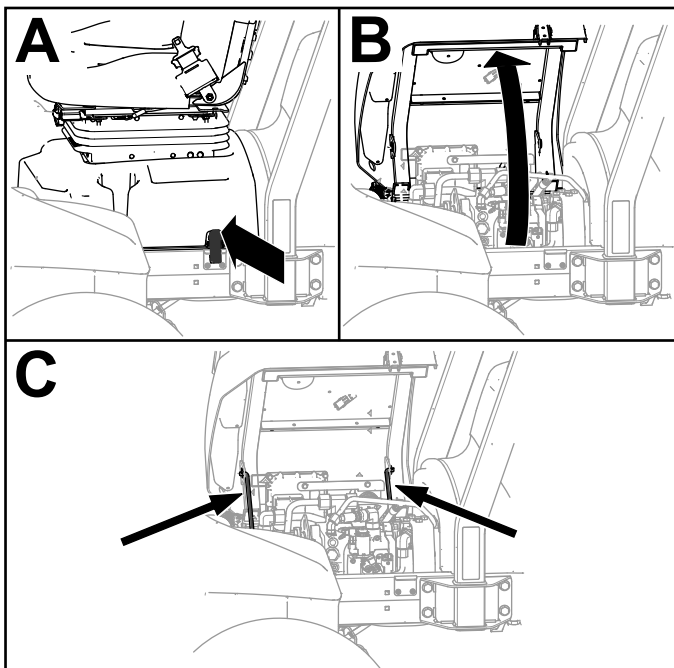

Figura 39
1. Desenganche la base del asiento (Figura 39, A).
2. Incline el asiento y la base (Figura 39, B).
3. Coloque las varillas de sujeción (Figura 39, C).